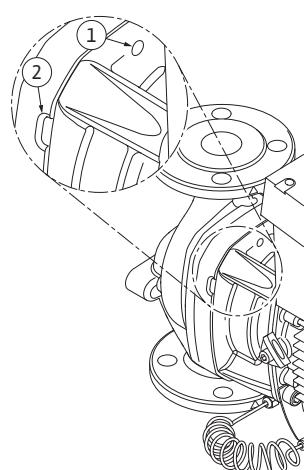

Fig.51: Kierreaukot ja lovet, joita käytetään moottori-juoksupyöräyksikön irrottamiseen pumpun pesästä
13. Paina moottori-juoksupyöräyksikkö (katso Fig. 13) ulos pumpun pesästä. Tätä varten suositellaan käytettäväksi kahta kierreaukkoa (Fig. 51, kohta 1), erityisesti istukkaosan irrotukseen. Kierrä istukkaosan irrottamista varten sopivat ruuvit kierreaukoihin. Jos istukkaosa on herkkäliikkeinen, voidaan irrottamiseen käyttää lisäksi rakoja (Fig. 51, kohta 2) pumpun pesän ja tiivistelaipan välissä (käytä tähän kahta ruuvimeisseliä vipuina). Kun istukkaosaa on painettu irti n.15 mm, istukkaosa ei enää ole pumpun pesässä.